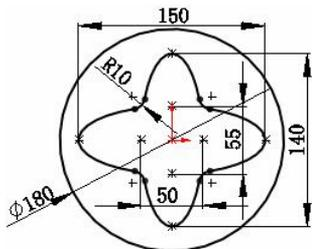

图 1.6.3 草图
Step2. 绘制草图。在草图环境下绘制图 1.6.3 所示的草图。
(1) 选择要创建块的草图实体。选择下拉菜单 **工具(T)** → **块(B)** → **制作(M)** 命令, 系统弹出“制作块”对话框, 选取图中的所有草图实体作为块实体。